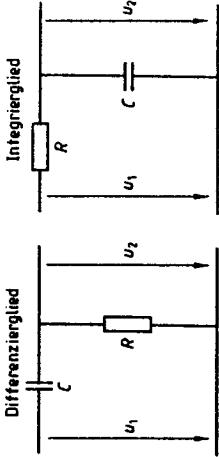

Bild 1
13. Nach welcher Zeit beträgt in der Schaltung nach Bild 1, vorhergehende Seite, mit $0,1 \mu\text{F}$ und $100 \text{ k}\Omega$ an 10 V der Ladestrom noch $30 \mu\text{A}$? Wie groß ist dann die Kondensatorspannung?
17. Mit einem Differenzierglied (Bild 1) sollen aus einer Rechteckspannung mit $f = 5 \text{ kHz}$ und $g = 0,5$ Nadelimpulse erzeugt werden. Wie groß muß R sein, wenn $C = 15 \text{ nF}$ und die Zeitkonstante τ ein Fünftel der Impulsdauer t_1 betragen soll?
18. Mit einem Integrierglied (Bild 1) soll aus einer Rechteckspannung mit $f = 50 \text{ Hz}$ und $g = 0,5$ eine Gleichspannung erzeugt werden. Wie groß muß C sein, wenn $R = 100 \text{ k}\Omega$ und $\tau = 10 t_1$ betragen soll?